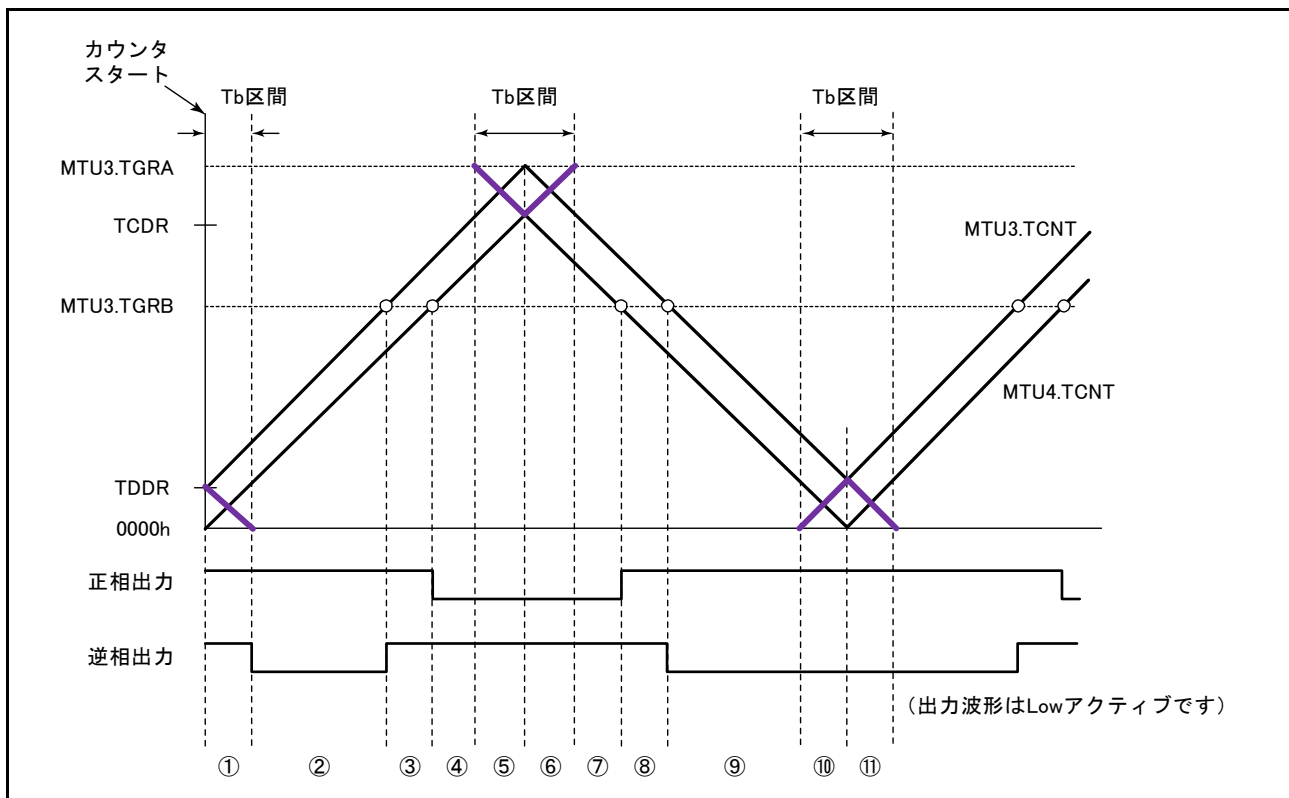
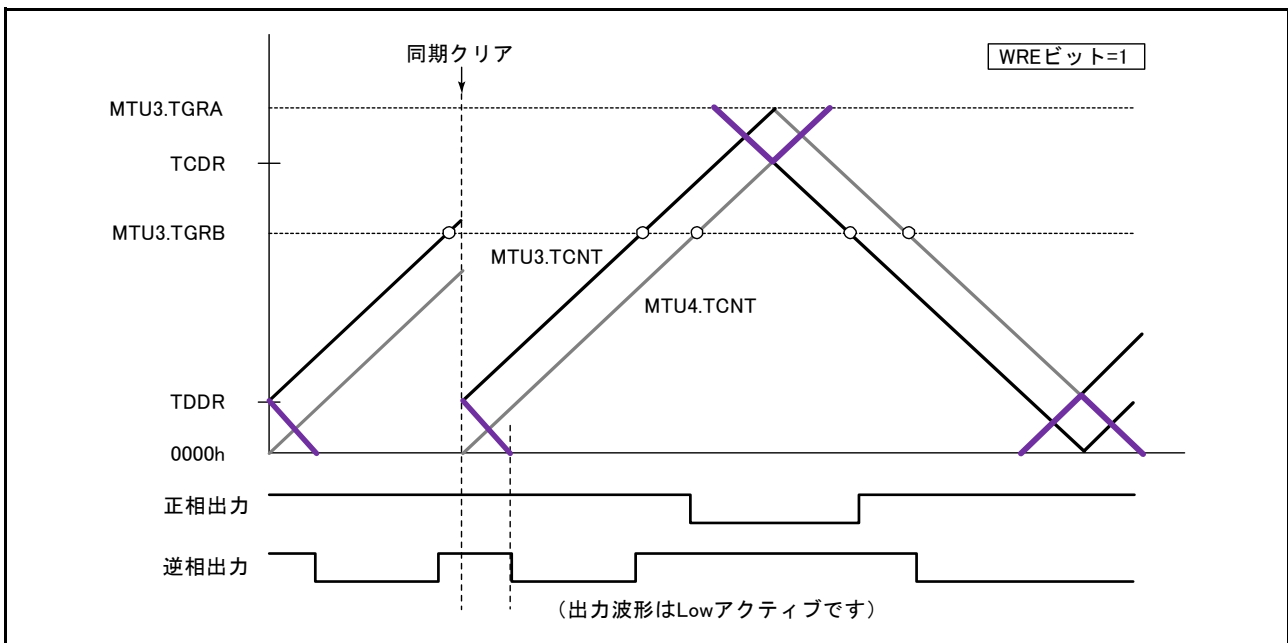
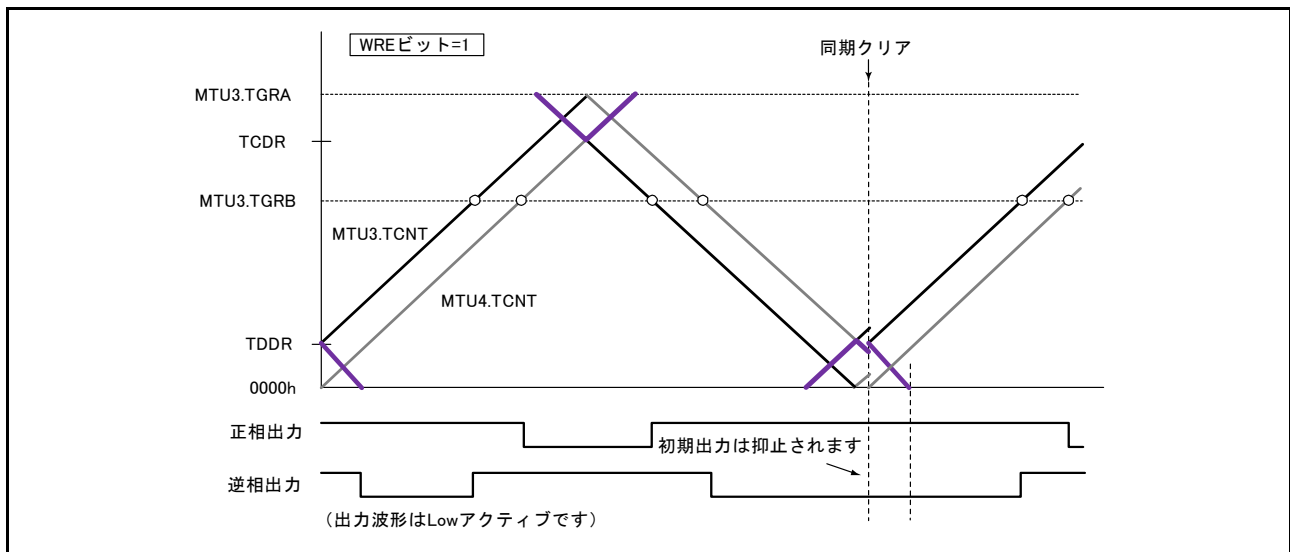

図 22.56 同期カウンタクリアタイミング
図 22.58 アップカウント中のデッドタイム時に同期クリアが発生した場合 (図 22.56 のタイミング③、MTU の TWCR レジスタの WRE ビット=“1”)
図 22.61 谷の Tb 区間で同期クリアが発生した場合
WRE ビットを“1”に設定することで初期出力を抑止することができるのは、同期クリアが図 22.56 の⑩、⑪のような谷の T_b 区間に入ってきたときのみです。それ以外のタイミングで同期クリアが起こった場合は、TOCR1 レジスタの OLSN、OLSP ビットで設定した初期値が出力されます。また、谷の T_b 区間であっても、図 22.56 の①で示すカウンタスタート直後の初期出力期間で同期クリアが起こった場合には、初期出力の抑止は行いません。
図 22.58 ～図 22.61 に、TWCR の WRE ビットを“1”に設定した状態で MTU を相補 PWM モード動作させ、同期カウンタクリアをした場合の動作例を示します。ここで、図 22.58 ～図 22.61 の同期カウンタクリアのタイミングは、それぞれ図 22.56 の③、⑥、⑧、⑪で示したタイミングです。
(図 22.56 のタイミング⑥、MTU の TWCR レジスタの WRE ビット=“1”)
(図 22.56 のタイミング⑧、TWCR レジスタの WRE ビット=“1”)
(図 22.56 のタイミング①、TWCR レジスタの WRE ビット = “1”)